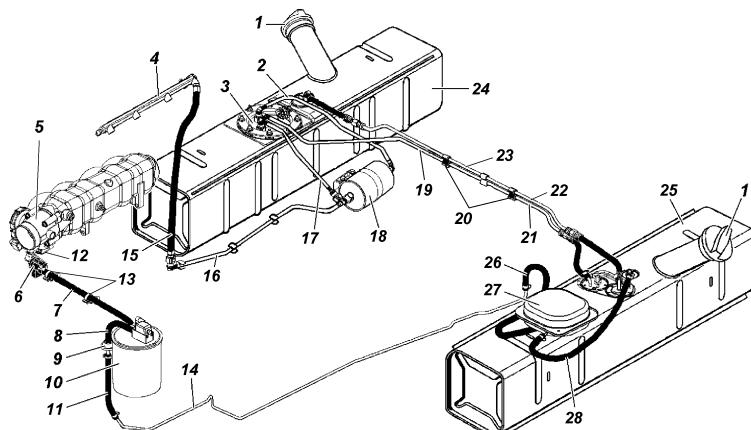

Рис. 9.9. Схема системы питания двигателя топливом:
Топливные баки 24, 25 (рис. 9.9). Обслуживание топливных баков заключается в периодической промывке фильтра топливного модуля (правый бак) и промывке самих баков.
- откройте люк в полу кузова над топливным модулем 3, отверните болты крепления сепаратора 27 (рис. 9.9), выньте его и отсоедините от него шланги;
Топливный модуль 3 (рис. 9.9) погружного типа, включающий в себя электробензонасос, сетчатый фильтр, струйный насос, регулятор давления и датчик указателя уровня топлива.